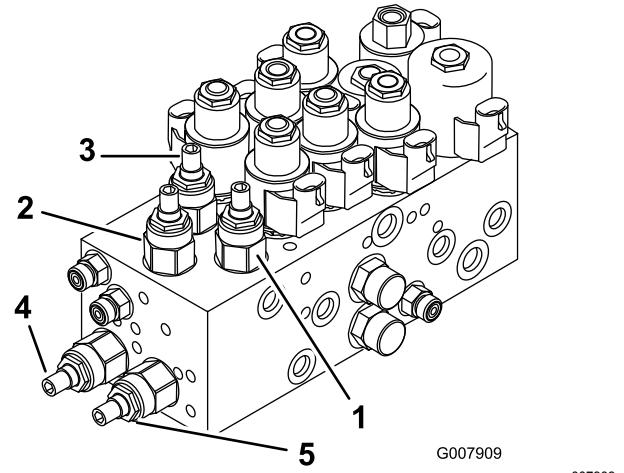

Figura 79
2. Individuate le valvole sul collettore di sollevamento per regolare l'apparato/gli apparati di taglio desiderato/i; fate riferimento alla tabella e a **Figura 79**.